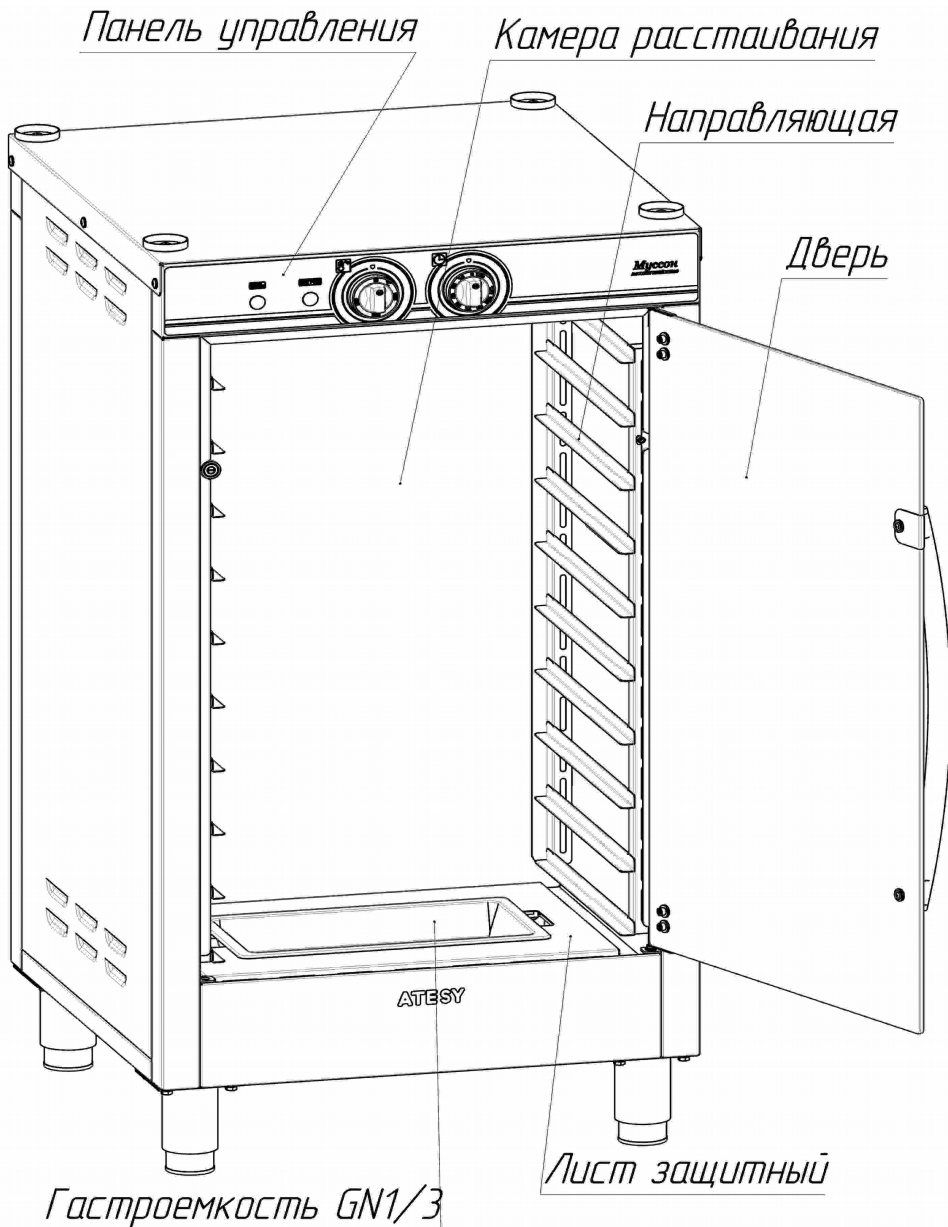

Рис. 1. ШР-10-430.330-01.
1.7. Общий вид шкафов представлен на Рис. 1, 2.